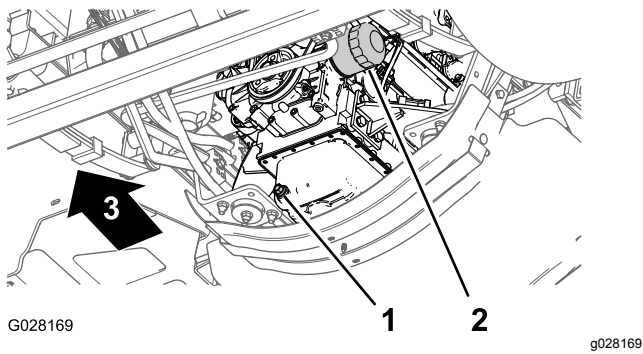

Figura 71
3. Alinhe um recipiente de escoamento debaixo do filtro de óleo do motor (Figura 71).
4. Retire o filtro de óleo antigo (Figura 71).
8. Instale um filtro do óleo no adaptador do filtro, rode o filtro de óleo no sentido horário até que a junta de borracha entre em contacto com o adaptador do filtro; em seguida, aperte o filtro mais ½ de volta (Figura 71).
1. Alinhe um recipiente de escoamento com o tampão de escoamento (Figura 71).
2. Retire o tampão de escoamento e deixe o óleo escoar completamente (Figura 71).